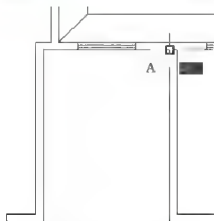
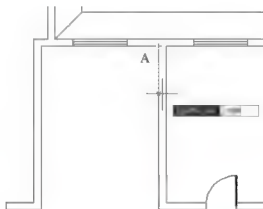

图 2.108 捕捉 A 点
图 2.109 轻轻地垂直向下拖动鼠标
(1) 将【楼梯】图层设置为当前层。
(2) 执行菜单栏中的【绘图】|【直线】命令，并且打开【正交】、【对象捕捉】和【对象追踪】功能。
① 在指定第一点：提示下，捕捉楼梯间阴角点 A 点（图 2.108），不单击，然后将光标轻轻地垂直向下拖动，输入“2100”（图 2.109）后按 Enter 键。这样就利用【对象追踪】命令将直线的起点绘制在离 A 点垂直向下 2100mm 处。